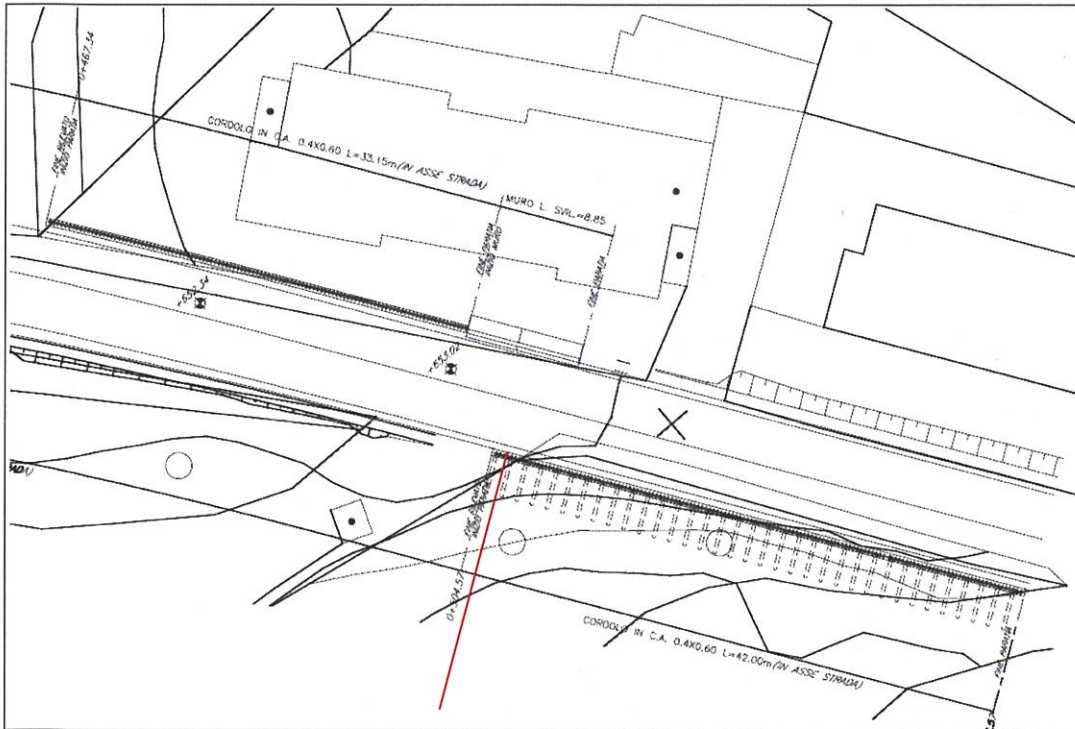

Figura 1 – Planimetria di inquadramento
- **paratia** costituita da una fila di micropali  $\phi 250$  armati con tubo  $\phi 168.3$  s=20mm interassati a 0.30m, alta 9.00m e di lunghezza pari a circa 42.00m. L'altezza massima dello scavo prevista per questa tipologia di paratia è pari a 3.5m alla sezione 0+504.57, indicata in rosso in Figura 1. Essa inoltre risulta sostenuta con micropali inclinati costituiti da  $\phi 250$  armati con tubi in acciaio  $\phi 168.3/20$ mm disposti 1 ogni 3 micropali e lunghi 9.00m. I micropali sono resi solidali con un cordolo di testa in c.a. di dimensioni 0.40 x 0.60m.